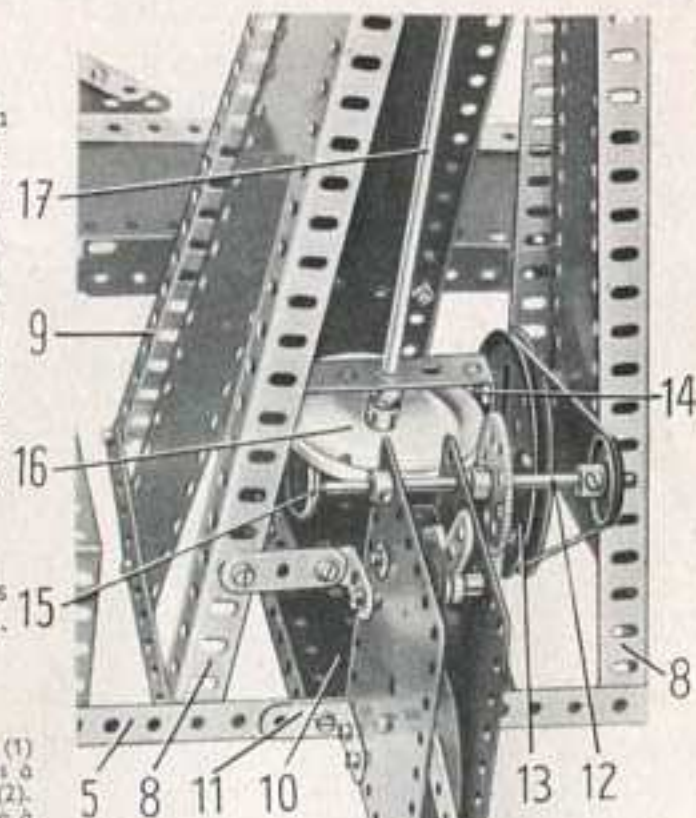

Fig. 6.4a
L'avant de la base est formé de deux bandes de 25 trous (1) boulonnées à trois plaques flexibles de 6x6 cm. et réunies à chaque extrémité par une bande coudée de 60x12 mm. (2). Deux bandes de 5 trous (3), fixées sur une moitié de plaque à charnière, forment les côtés. L'une des bandes (3) est attachée à l'avant par une équerre et l'autre est fixée au rebord d'une bande coudée de 90x12 mm. Le boulon qui réunit cette dernière à la bande (3) maintient également une bande coudée de 60x12 mm. (4). Les bandes coudées de 90x12 mm. sont réunies par une bande de 25 trous (5) (fig. 6.4a). La base est recouverte de chaque côté par une plaque flexible de 14x6 cm. et une plaque à rebords de 9x6 cm. Ces pièces sont boulonnées aux rebords des bandes coudées (2) et (4) et elles sont réunies aux moitiés de plaque à charnière par un support double. Les plaques sont bordées par une bande (6) composée d'une bande de 11 trous et d'une de 7 trous.